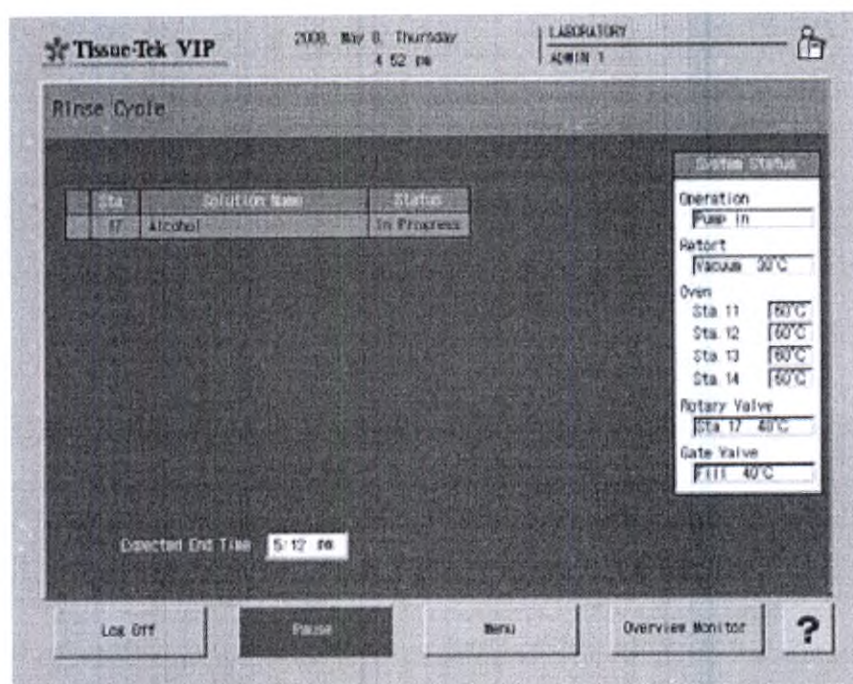

Рис. 132 Подробный монитор цикла промывки
1. На обзорном мониторе «Rinse Cycle» (Цикл промывки) нажмите кнопку «**Detailed Monitor**» (Подробный монитор). Появится соответствующий экран (Рис. 132).